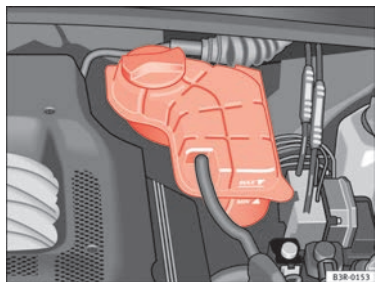

Abb. 168 Motorraum:
- Lesen Sie den Kühlmittelstand an dem Kühlmittel-Ausgleichsbehälter ⇒ Abb. 168 ab. Er muss bei kaltem Motor zwischen den Markierungen „min“ und „max“ liegen. Bei warmem Motor kann er auch etwas über der Markierung „max“ liegen.
- Legen Sie einen Lappen auf den Deckel des Kühlmittel-Ausgleichsbehälters ⇒ Abb. 168 und schrauben Sie den Deckel **vorsichtig** linksherum ab ⇒ ⚠.